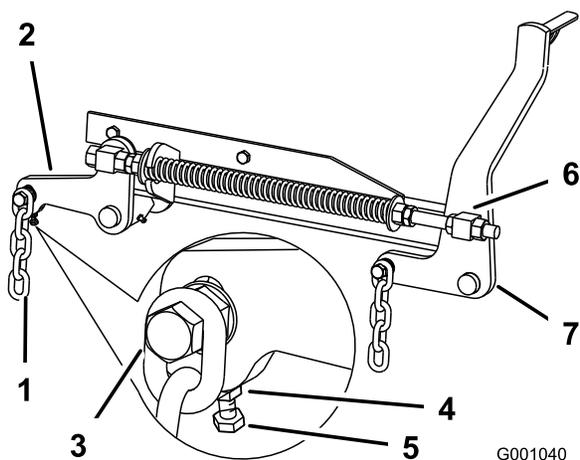

Figure 71
7. Si la distance mesurée au point **B** ou **C** n'est pas correcte, desserrez le boulon de fixation de la chaîne arrière au bras de support arrière (Figure 71).
- Desserrez l'écrou de blocage sous le bras de support arrière et agissez sur le boulon de réglage de manière à obtenir une distance de 80 à 83 mm (3-1/8 à 3-1/4") (Figure 71).
- Desserrez d'environ 13 mm (1/2") les écrous de blocage à l'avant des pivots avant gauche et droit (Figure 71).
- Régalez les écrous de relevage sur les côtés gauche et droit de la machine de manière à abaisser l'avant de 6 à 10 mm (1/4 à 3/8") au point **A** par rapport au point **B** à l'arrière (Figure 71).